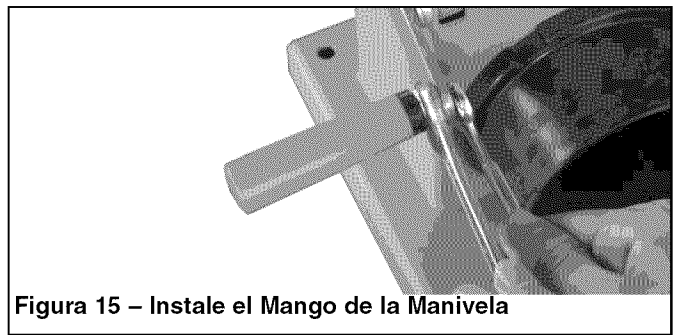

Figura 15 – Instale el Mango de la Manivela
- Instale el mango de la manivela en el brazo de la manivela de tensión de la hoja con la tuerca hexagonal M6 (véase la Figura 15).